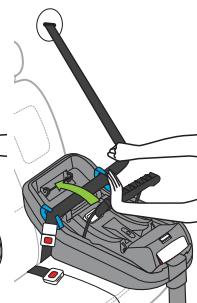

Figure 60b
- Tout en tenant la ceinture d'épaule d'une main, utilisez l'autre main pour faire pivoter le tendeur de ceinture vers l'arrière du véhicule jusqu'à ce qu'il maintienne la ceinture de sécurité tendue, comme illustré à la **Figure 60b**. Utilisez les deux mains pour appuyer fermement et verrouiller le tendeur de ceinture.